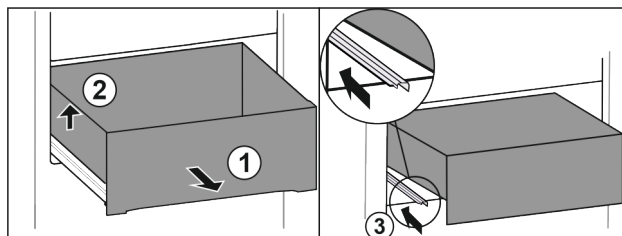

Fig. 31
- ▶ Trekk ut skuffen til anslag. Fig. 31 (1)
- ▶ Løft skuffen til venstre. Fig. 31 (2)
- ▶ Skyv inn venstre skinne. Fig. 31 (3)